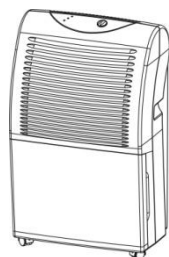

Рис.4
4. Установить резервуар для воды (рис. 4).